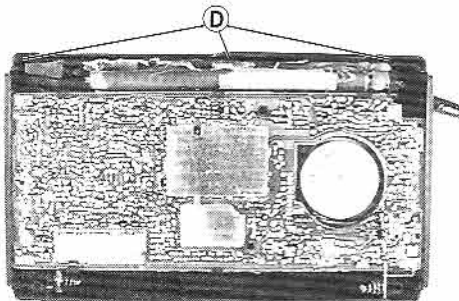

Fig.4
- Chassis an der Batteriefachseite anheben und aus der Gehäusevorderteil nehmen (3 Rastnasen **(D)** (Fig.4) an der Chassisoberseite).
- Lift the chassis at the side of the battery case and remove the front panel (3 latches **(D)** (Fig.4) at the chassis top).